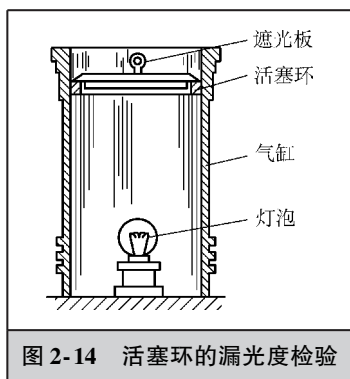

图 2-14 活塞环的漏光度检验
(2) 活塞环的检验
① 活塞环的弹力检验。活塞环的弹力是保证气缸密封性的必要条件。弹力过大会使气缸磨损加剧,弹力过小则密封性变差。把活塞放在弹力仪上,使环的开口处于水平位置,移动量块,把活塞环的端隙压缩到标准值,此时可由量块上的位置读出作用在活塞环上的力,其数值即为活塞环的弹力。
② 活塞环的漏光度检验。活塞环漏光度的简易检查方法是把环平装进气缸上部，然后用活塞头部将其推至气缸内，如图 2-14 所示，用一比缸径略小的遮光板盖在环的上侧，在气缸下放置灯光，从上面看环与缸壁间是否漏光。用塞尺和量角器测量其漏光度。